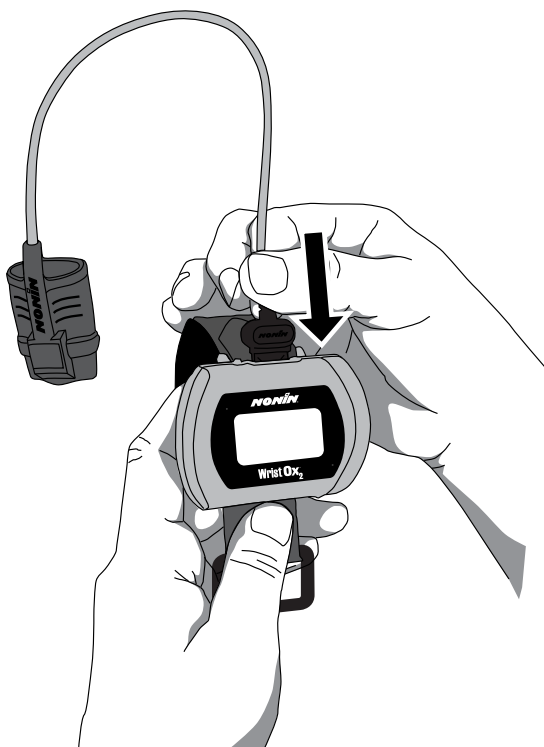

Figura 10: Colocação do Sensor
1. Coloque o conector do sensor sua abertura na parte de cima do aparelho (figura 10).